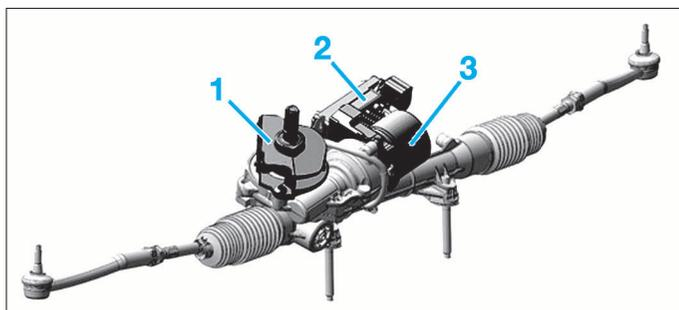

FIG. 1
Le moteur d'assistance (3) (Fig.1) est directement intégré sur la crémaillère. Le calculateur de gestion de direction assistée (2), est implanté au dos du moteur de D.A. Il gère l'assistance en fonction de la vitesse du véhicule et de l'information délivrée par le capteur de couple (1). En cas de défaillance du système, le calculateur adopte automatiquement une stratégie de mode dégradé. Il est à noter que le remplacement du calculateur nécessite un télécodage.